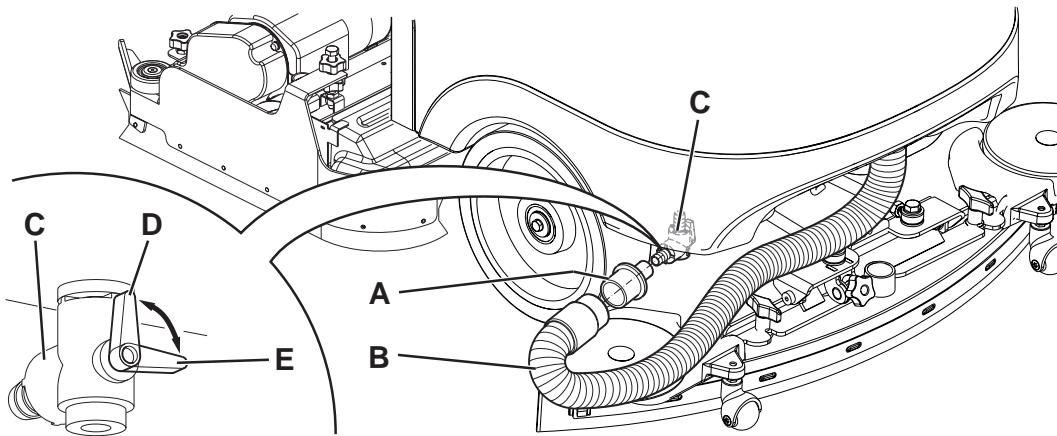

Figure 6
8. Prendre l'adaptateur (45) positionné dans son logement dans le logement batteries.
9. Monter l'adaptateur (A, Fig. 6) dans le tuyau d'aspiration (B) de l'embouchure, puis l'insérer dans le robinet de décharge (C).
10. Positionner la clé de contact (58) sur "I" et démarrer le système d'aspiration au moyen de l'interrupteur (65).
11. Ouvrir le robinet de décharge (C) pour permettre la vidange du réservoir (22).
- Le robinet (C) est ouvert quand il se trouve dans la position (D) par rapport au robinet ; il est fermé quand il se trouve dans la position (E).
12. La procédure terminée, arrêter le système d'aspiration et vider le réservoir de l'eau de récupération (19) avec le tuyau (24).
13. Le travail terminé, fermer le robinet de décharge (C), démonter l'adaptateur (A) et monter à nouveau le tuyau d'aspiration (B) sur l'embouchure (30).